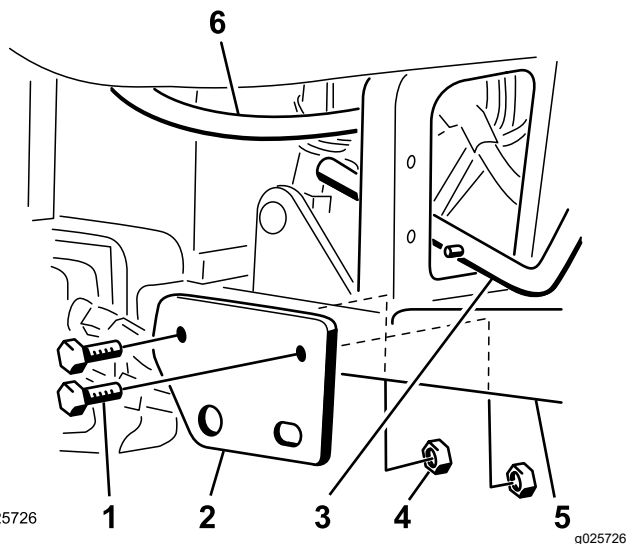

図 2
5. スカリファイヤ昇降ハンドルチューブアセンブリの取り付けブラケットを右側フットレストチューブに取り付けるボルト $\frac{1}{2} \times \frac{3}{4}$ " 2本、薄いロックナット $\frac{1}{2}$ " を使用し、図 2 のように取り付ける。
注 クリアランスは最低でも 3 mm 必要です。必要に応じて、丁寧に油圧ラインの位置を決めてください 図 2。